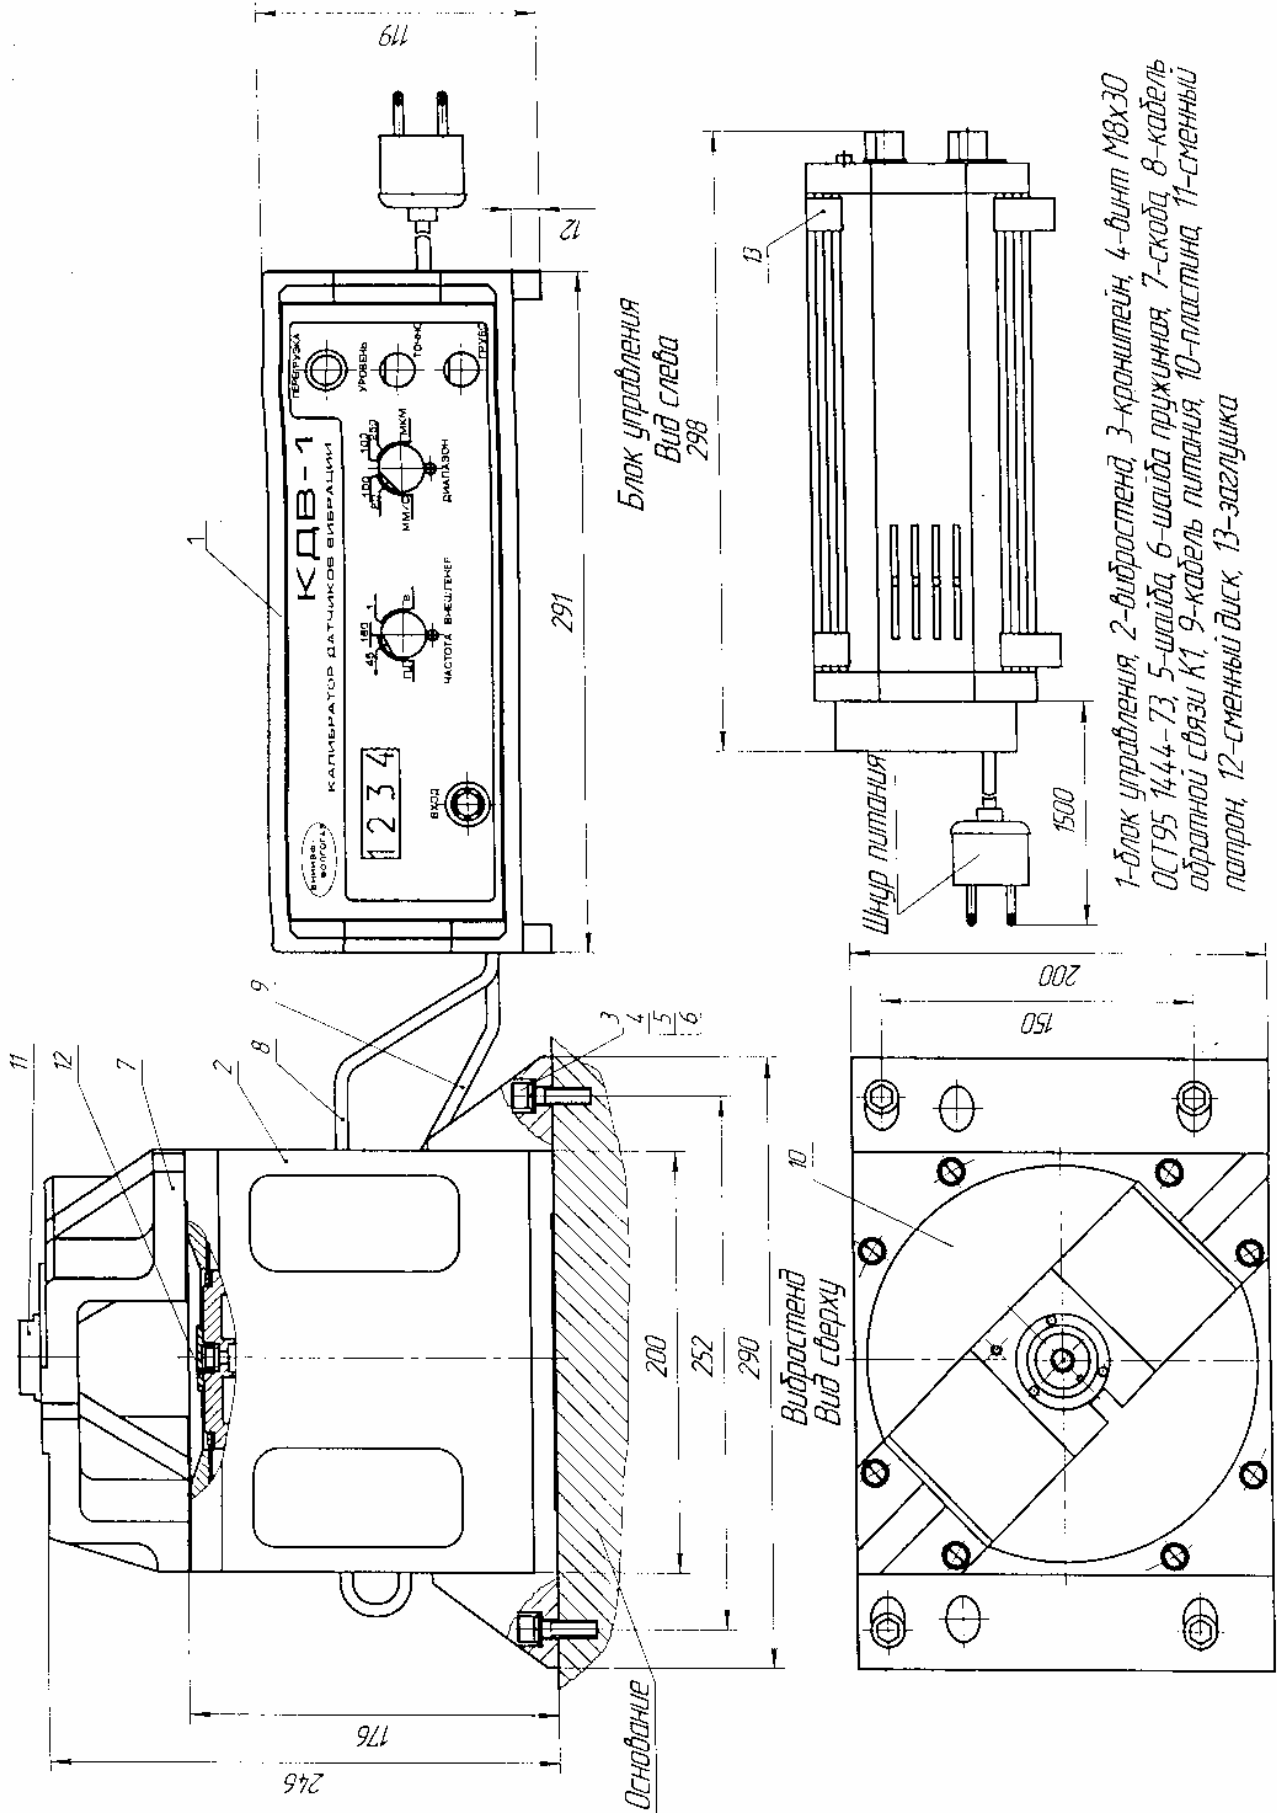

Рисунок 1.3 Внешний вид калибратора
- на ПВ навинчивается сменный патрон поз. 11 (см. рисунок 1.3);